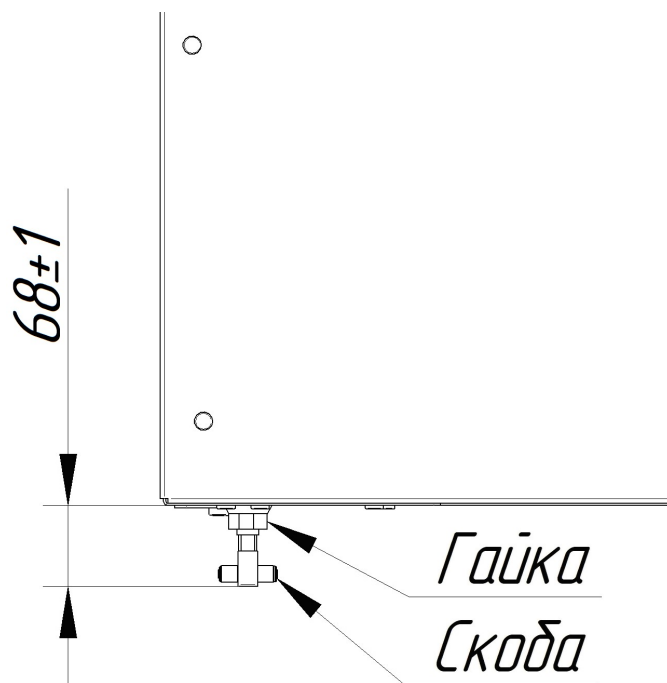

Рис. 37. Регулировка замкового устройства
При неправильной работе уплотнителя (выход пара) печи необходимо отрегулировать положение скобы (см. рис. 37). Для этого требуется выполнить:
2. отрегулировать положение скобы согласно рис. 37;